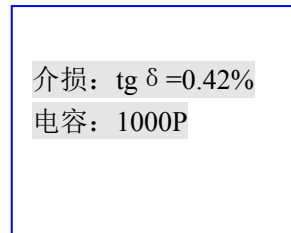

图9 测量结果
⑥ 在经过约 40 秒后，测量结束，高压自动切断，屏幕显示测量结果，如图9所示，